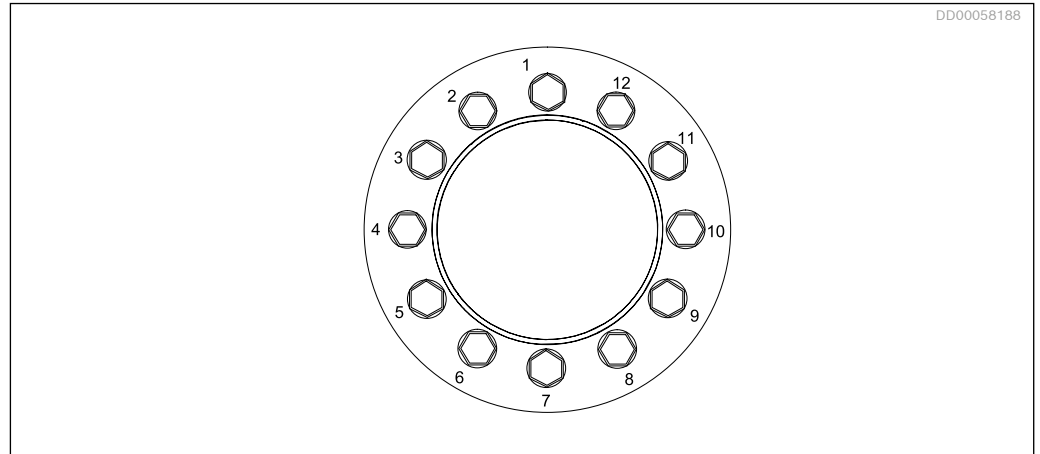

Fig. 39: Ordem de aperto
5. Regule o torquímetro para, no máximo, 1/3 do torque máximo especificado para os parafusos de acoplamento e aperte todos os parafusos em sequência, conforme mostrado na *Fig. 39*, por 2 ou 3 passagens. Aumente o torque para, no máximo, 2/3 do torque máximo e aperte os parafusos por mais 2 ou 3 passagens.
7. Comece a apertar os parafusos na sequência mostrada na *Fig. 39*.